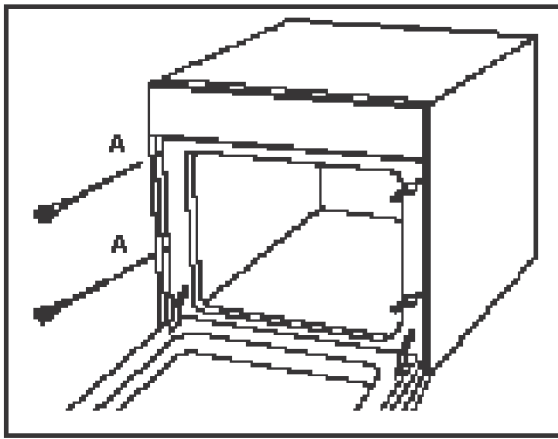

Рис. 4
**4.3.2.** Откройте дверцу и прикрепите духовку к кухонному шкафчику четырьмя болтами, подходящими к отверстиям с обеих сторон рамки духовки (А). (см. рис.4) При установке электрической панели с варочными панелями сверху духовки, электрическое соединение варочной панели и электрическое соединение духовки следует выполнять отдельно по причинам безопасности и для более легкого изъятия духовки из шкафчика в случае необходимости.